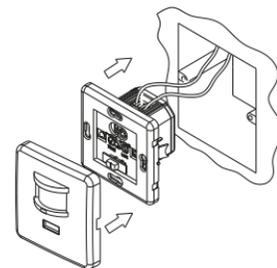

Рис. 3
- Установить крышку датчика (рис. 3).